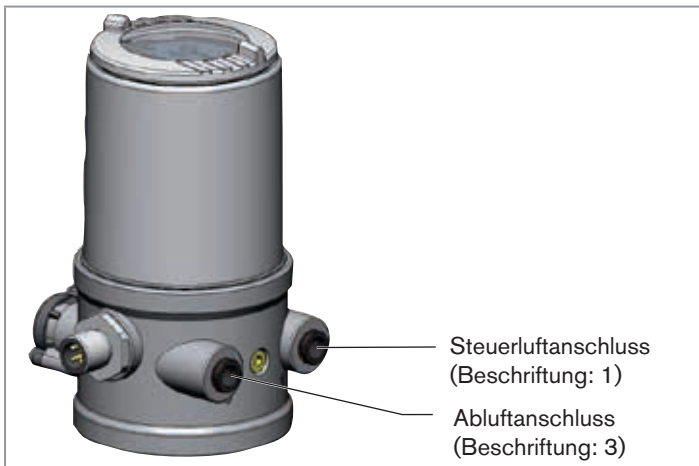

Bild 10: Pneumatischer Anschluss
- Das Steuermedium an den Steuerluftanschluss (1) anschließen (3 ... 7 bar; Instrumentenluft, öl-, wasser- und staubfrei).
- Die Abluftleitung oder einen Schalldämpfer an den Abluftanschluss (3) montieren (siehe „Bild 10: Pneumatischer Anschluss“).